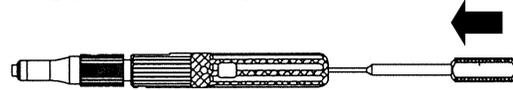

図7
- 5) 1.5/2.0 テーパードスクリュー挿入時にスクリューの切断部が破断し、スクリュー後端軸が把持器内部に残ってしまった場合、把持器後端からスクリュープッシャーを挿入し、スクリュー後端を除去します。(図7) つまみを緩めた状態で行って下さい。